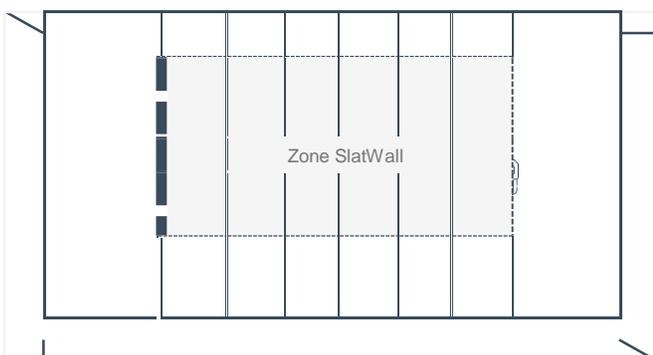

Fig. 24
4. Au moyen d'un détecteur de montants et d'un crayon, localisez et marquez tous les autres montants du mur dans la zone d'installation (Fig. 24).